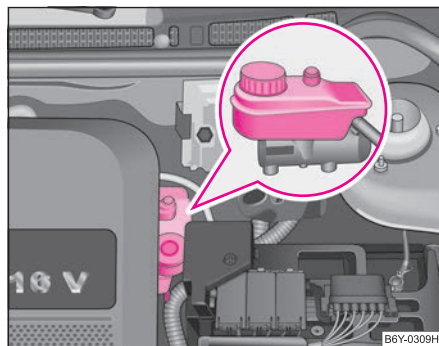

Fig. 144 Vano motor:
- Verifique el nivel de líquido de frenos en el depósito ⇒ fig. 144. El nivel debe encontrarse entre las marcas “min” y “max”.